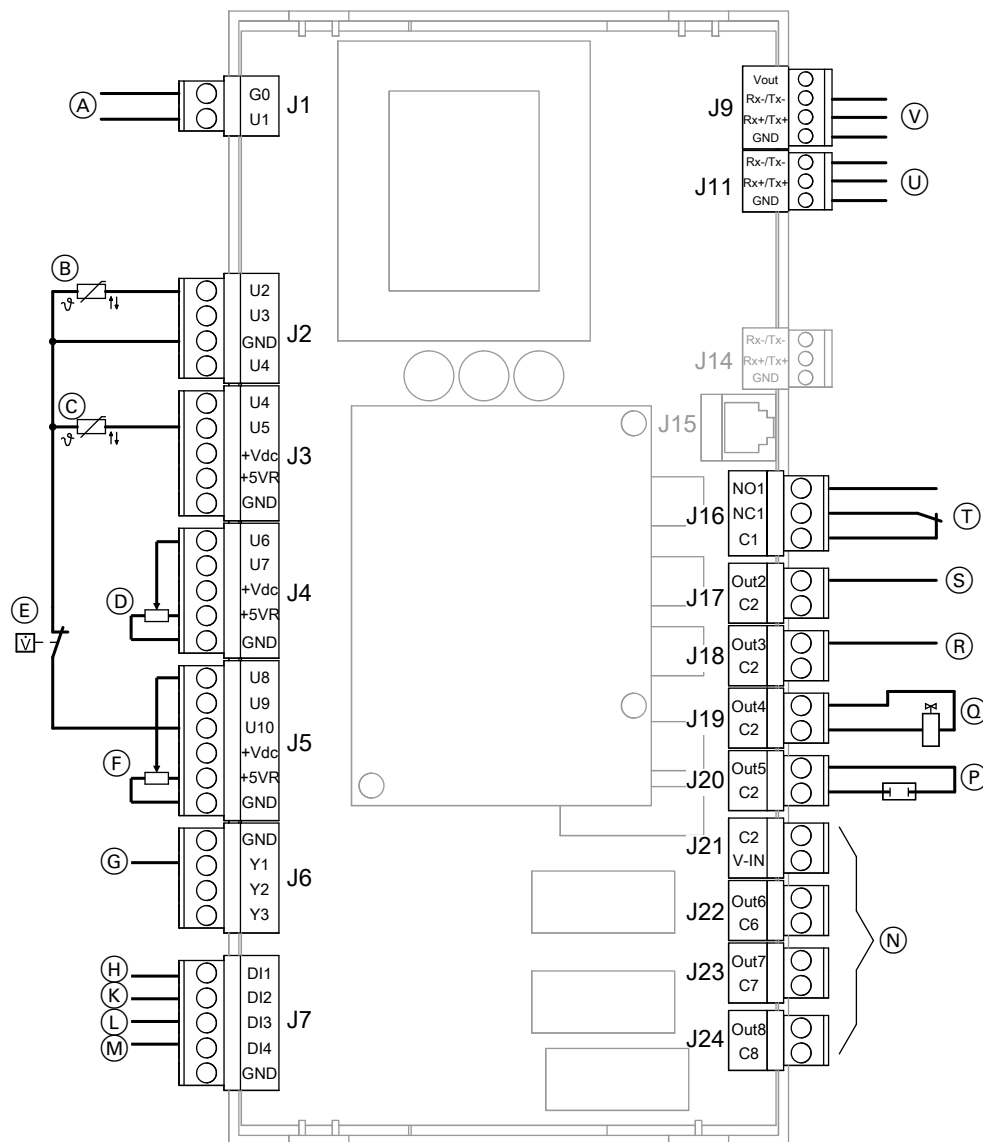

Abb. 84
- Ⓓ Modbus-Verbindungsleitung zur Reglerleiterplatte, Anschluss Ⓥ in Abb. 84